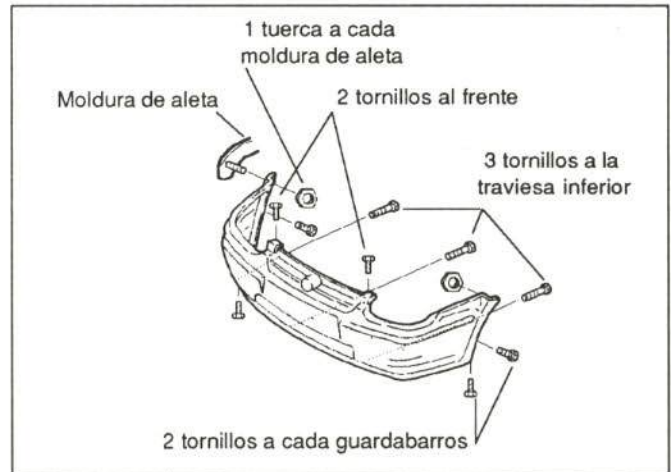

Figura 15.- Unión del paragolpes delantero
- Paragolpes delantero (figura 15)